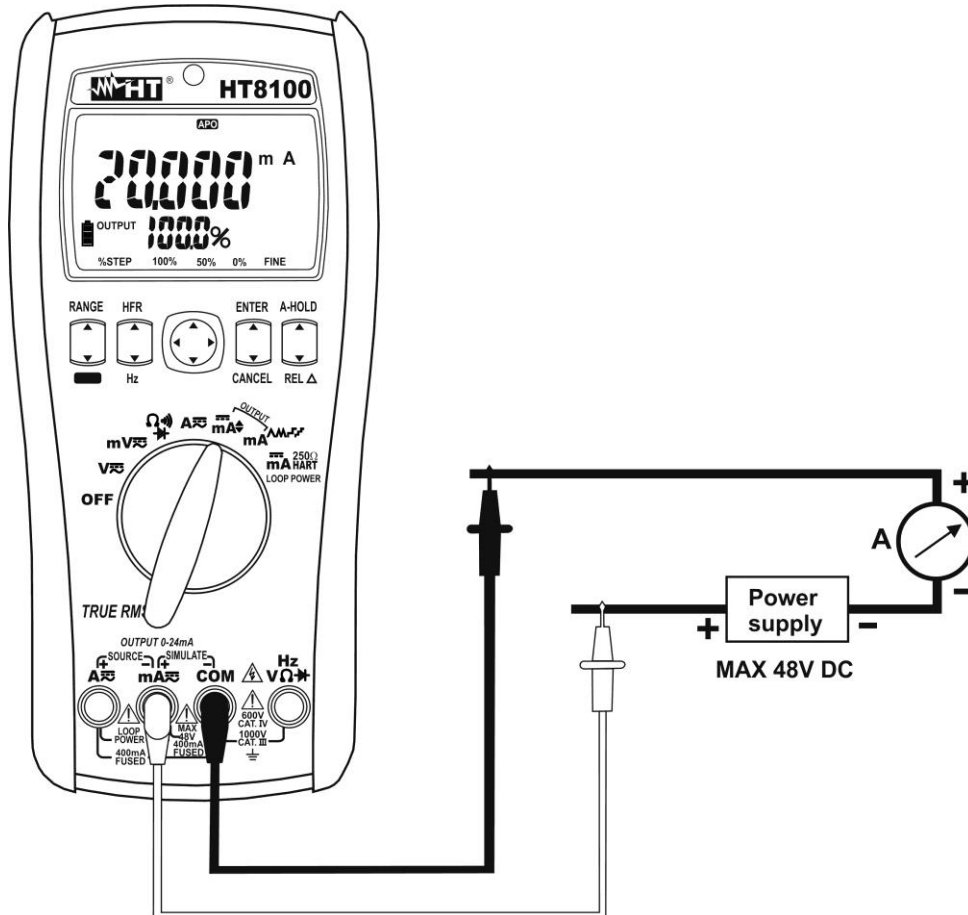

Fig. 9 : Utilisation de l'instrument pour simulation d'un transducteur
5. Positionner l'embout rouge et l'embout noir respectivement dans les points à potentiel positif et négatif de la source externe et positif du dispositif externe de mesure (ex : multimètre - voir Fig. 9).